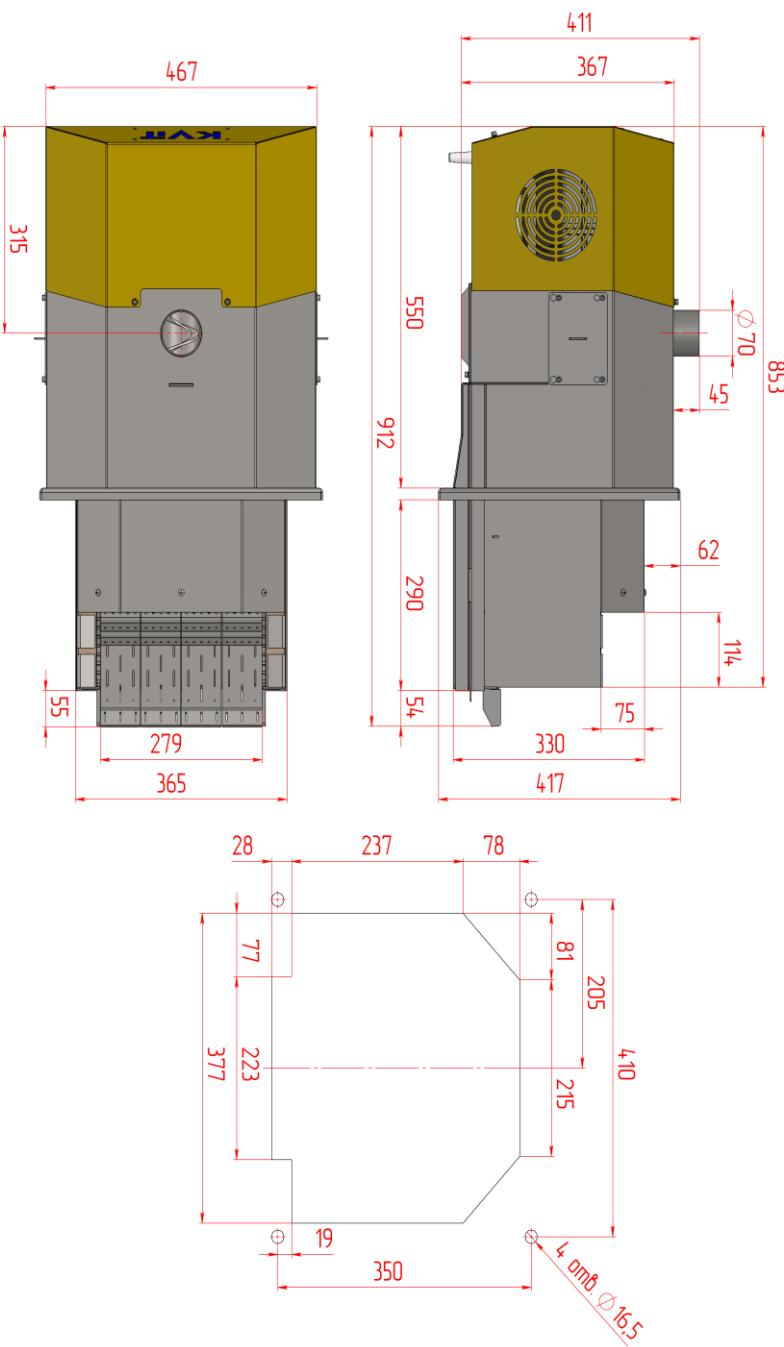

Рис.3 Габаритные и присоединительные размеры пеллетной горелки KVT Optima 200 кВт.
- 2) Согласно схеме на Рис.3 выполнить монтажные отверстия в штатной дверце котла, если в комплекте поставки не предусмотрена дополнительная дверца горелки.